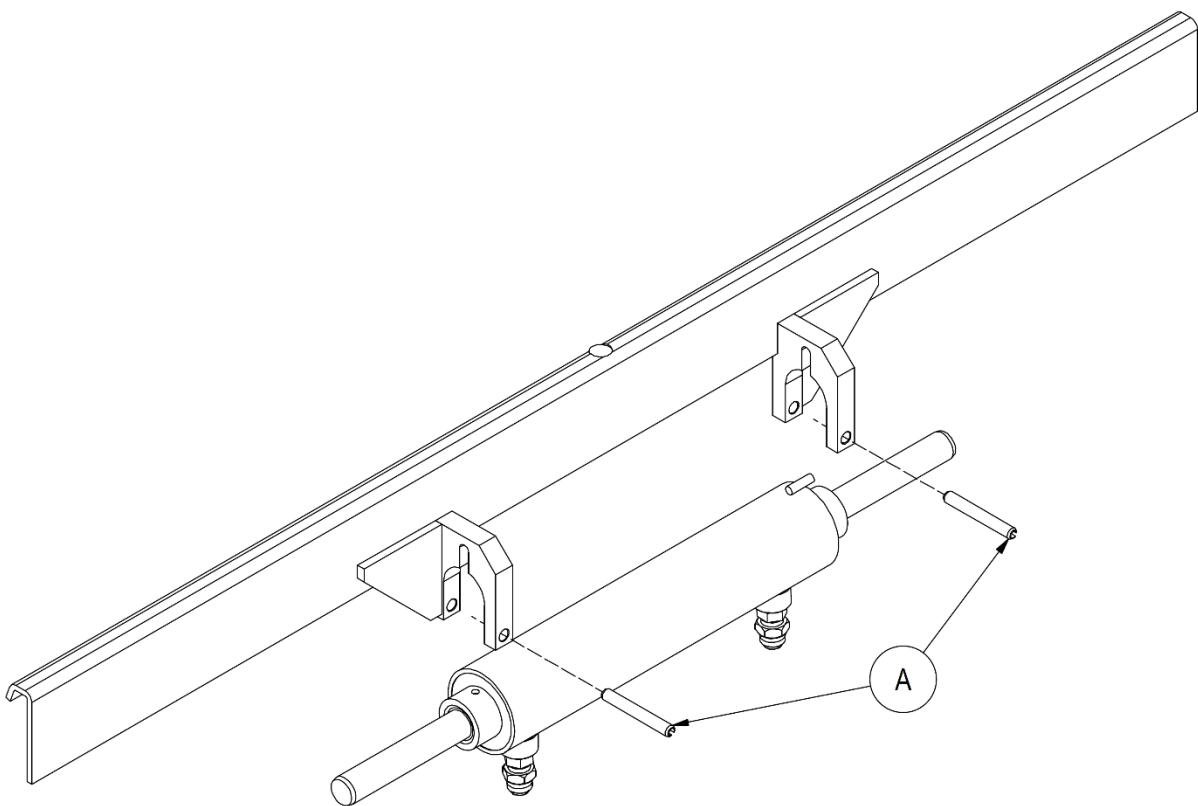

Abbildung 20
2. Entfernen Sie die vorhandenen 2 oder 4 Spannstifte **A** und nehmen Sie den Zylinder weg von seinem Sitz (siehe *Abbildung 20*).